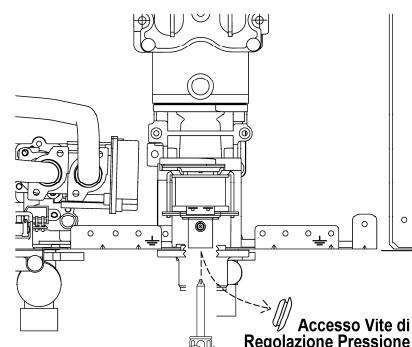

Fig. 4
11. Rimuovere il tappo in gomma sul fondo dell'apparecchio e regolare la pressione di minimo sulla valvola di modulazione (Fig.4) secondo i valori di pressione riportati di seguito. Riposizionare il tappo in gomma.